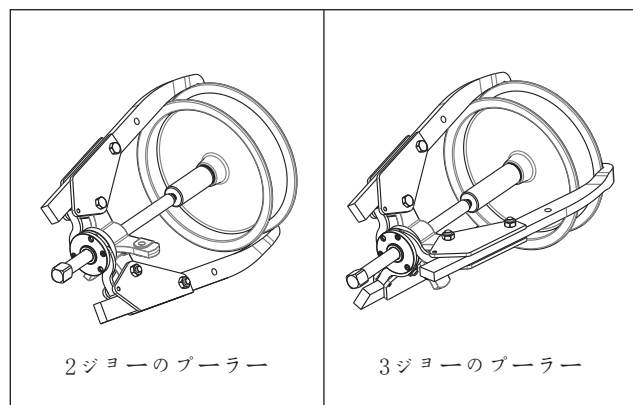

図7: プーラーの取り外し（一般的）
- プーラーまたはその他の取り外す部品にプーラーを取り付けます。例については図7を参照してください。
- 操作中は、プーラーの変形の兆候を継続的にモニタリングしてください。調整ロッドが曲がっている場合や、ジョーが変形した場合は、直ちに調節ロッドの締め付けを中止してください。図7を参照してください。